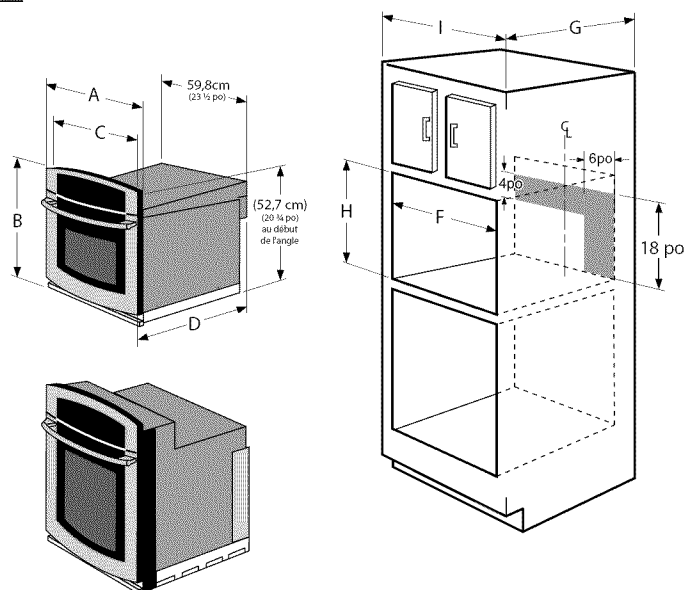

Figure 1
4. La prise NE doit PAS se trouver dans l'aire ombrée comme indiqué à la Figure 1. Il est excessivement important que la prise soit de 120 volts et 13 ampères pour une performance optimale du four.
Se reporter à la Figure 1 pour les dimensions applicables à votre appareil et à l'espace nécessaire pour le recevoir. La surface supportant le four peut être du contreplaqué plein ou un matériau semblable; elle doit être horizontale.